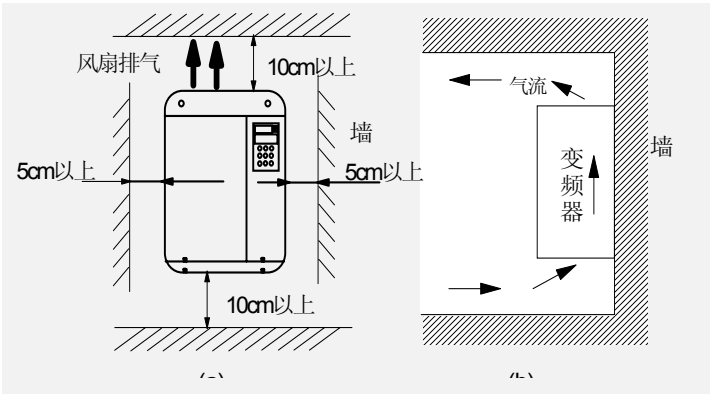

图3-2 变频器安装空间示意图
8、安装的空间要求在安装空间方面，要保证与周围墙壁有5-10cm的距离，有通畅的气流通道，如图3-2所示。有些用户将变频器安装在很小且封闭的控制柜内，这会造成变频器温升提高，必须采取措施使气流通畅。为更好地散热，变频器要垂直安装。还要保证上部不会有杂物进入，以免造成内部短路。
- 1、控制柜不能过小，柜内变频器周围必须留有足够的空间，可参考图3-2。